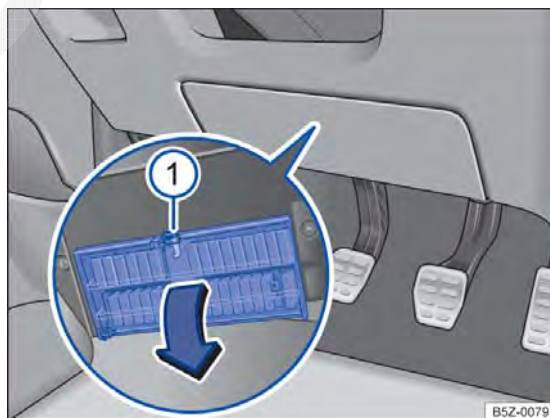

Fig. 168 No lado do condutor embaixo do painel de instrumentos: abrir a cobertura da caixa de fusíveis.
- *Abrir*: pressionar a alavanca de travamento → Fig. 168 até que a cobertura se abra.